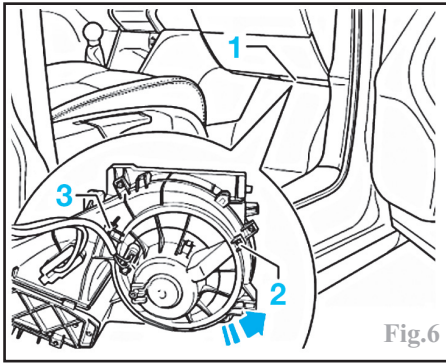

Fig.6
Débrancher la connexion du ventilateur. Dévisser la vis de fixation (2) du ventilateur (Fig.6).